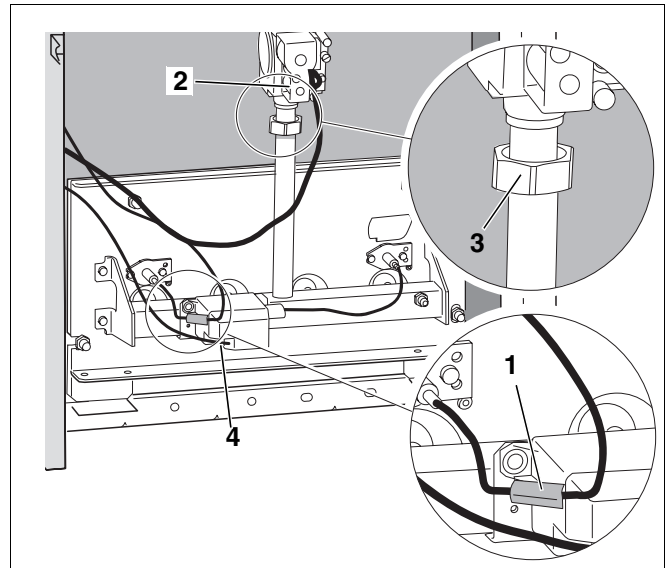

Abb. 39 Brenner ausbauen
- Brenner an der Verschraubung (Abb. 39, **Pos. 3**) der Hauptgasleitung von der Gasarmatur trennen.
- Berührungsschutz (Abb. 39, **Pos. 1**) am Überwachungskabel entfernen und Steckverbindung lösen.
- Steckverbindung am Zündtrafo (Abb. 39, **Pos. 4**) lösen.